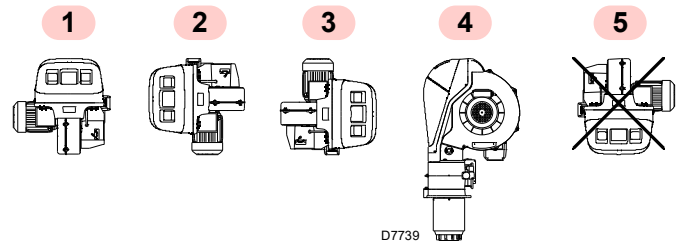

Рис. 13
- Горелка предназначена исключительно для функционирования в положениях 1, 2, 3 и 4 (Рис. 13).